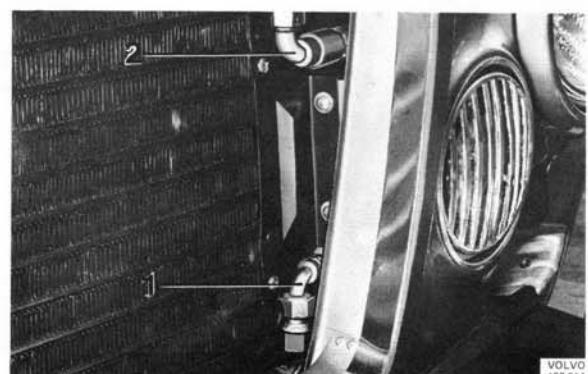

Abb. 71 Kältemittelkondensator, eingebaut (164)
2. Kältemittelkondensator auf seinen Konsolen festschrauben. **Hinweis!** Schlauchanschluß mit dem größeren Durchmesser nach oben, siehe Abb. 71.